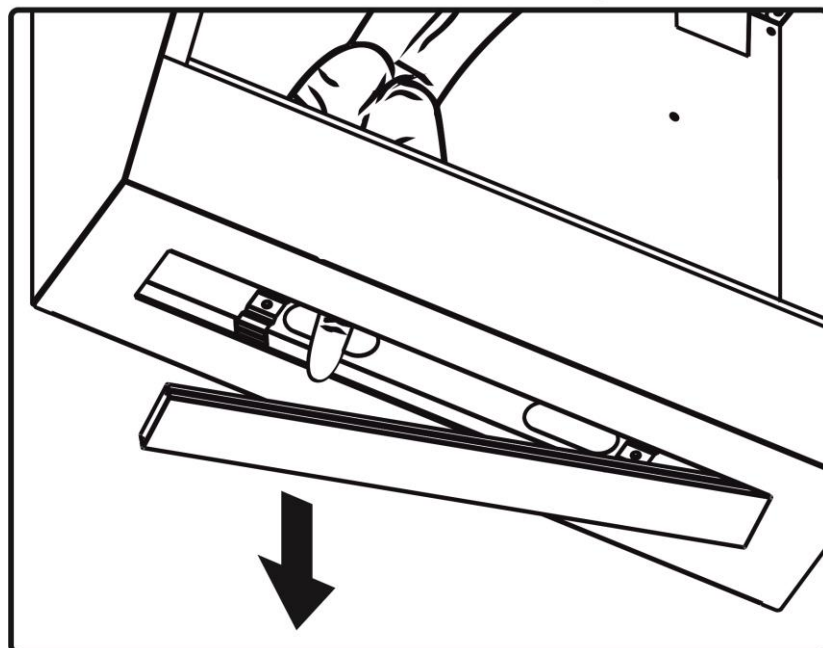

Рис. 8
- (2) - Проверніть вугільний фільтр в будь-якому напрямку на кут 90 градусів, забезпечивши фіксацію.
8.8. На витяжці встановлено **LED** лампу підсвітки робочої зони плити. Перед початком заміни лампи освітлення необхідно відключити витяжку від електромережі, дати можливість охолонути. Для заміни лампи необхідно зняти фільтри, від'єднати конектор, надавити на лампу з лівої сторони і вийняти її (**рис.8**). Замість неї необхідно встановити нову з тими ж характеристиками і встановити фільтри.